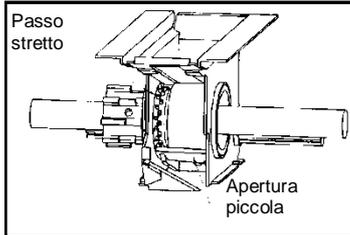

Fig. 3
- Passo stretto, speroni piccoli, per sementi sottili (Fig. 3).